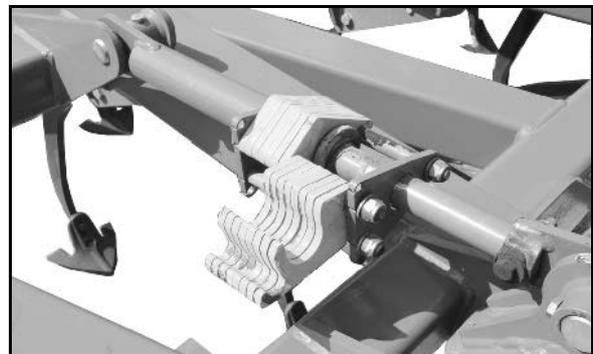

Fig. 50
- den Stütz- oder Tasträdern (Fig. 50).